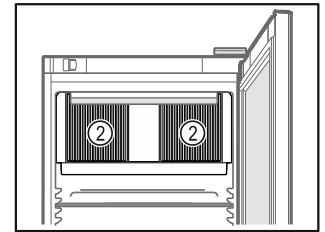

Fig. 61
- Păstrați libere fantele de ventilație Fig. 61 (2) ale suflantei de recirculare a aerului din interior.